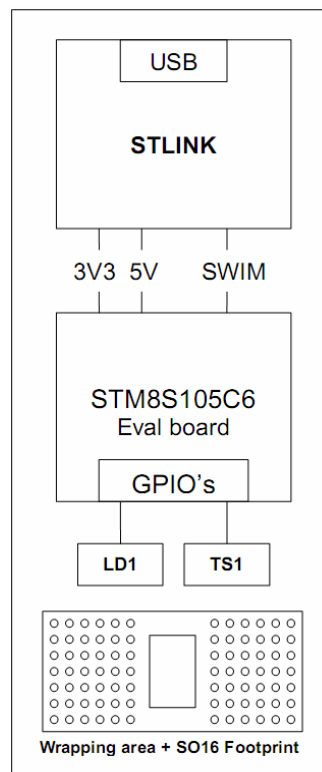
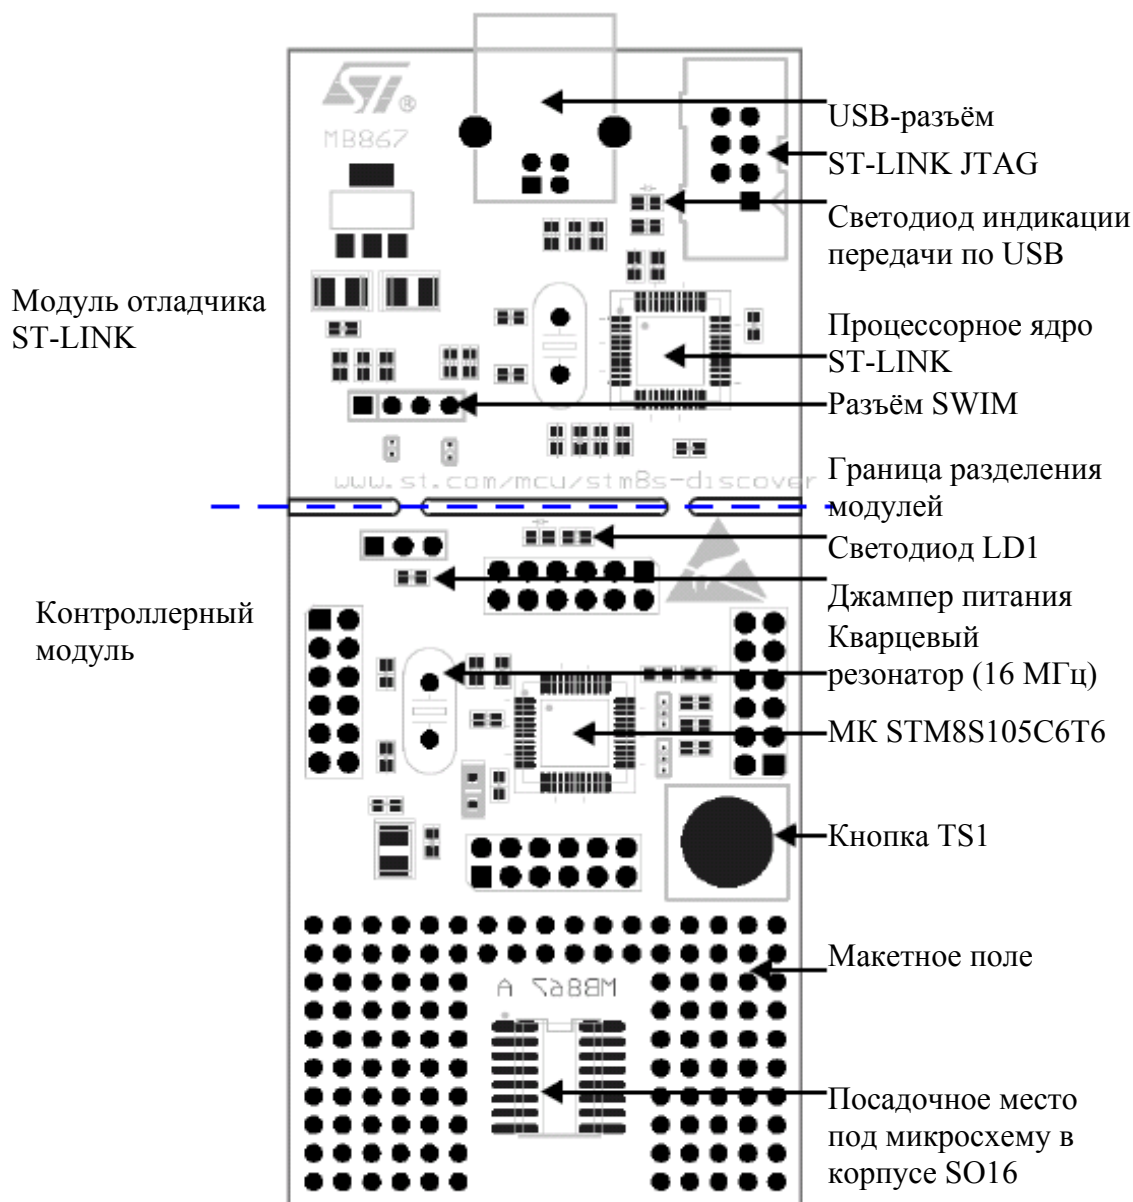

Рис. 2 – Обобщенная блок-схема
Рис. 3 – Сборочный чертеж
Основой STM8S-Discovery служит МК STM8S105C6T6 в корпусе типа LQFP48. Плата организована в виде двух обособленных модулей: непосредственно микроконтроллерного модуля и модуля отладчика ST-LINK. На рис. 2 приведена обобщенная блок-схема, иллюстрирующая основные связи между МК и периферийными модулями и элементами. На рис. 3 приведен сборочный чертеж печатной платы.
2. физически отделить модуль ST-LINK от платы контроллерного модуля, для этого нужно переломить плату в двух точках границы разделения (см. рис. 3).